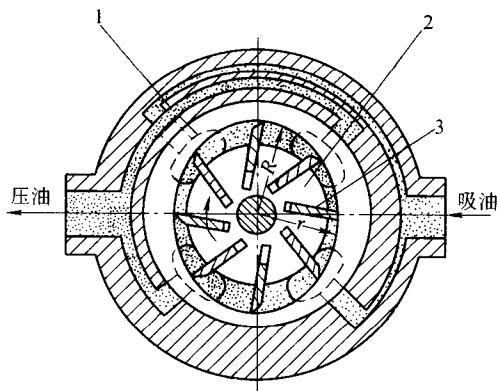

图 1-1-5 双作用式叶片泵工作原理图
(2) 双作用式叶片泵 图 1-1-5 所示为双作用式叶片泵的工作原理图，也是由泵体、转子、定子、叶片、配油盘（端盖）等组成的。双作用式叶片泵的吸油和压油工作原理与单作用式叶片泵相同，只是转子每回转 1 周时，每个密封容积完成两次吸油和压油，所以称为双作用式叶片泵的。同样由于这种泵有两个对称设置的吸油区和压油区，作用在转子上的液压力互相平衡，因此又称为卸荷式叶片泵，这样可以提高工作压力。由于转子与定子同轴，所以这种泵不能改变输出流量，只能作定量泵用。
(3) 叶片泵的应用 叶片泵一般用于中压（6.3MPa）液压系统中，主要用于机床控制，特别是双作用式叶片泵因流量脉动变化很小，因此在精密机床中得到了广泛使用。